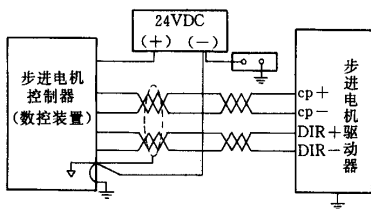

图 2 屏蔽层单端接地示例
(2) 当电缆的长度 $l < 0.15\lambda$ ($\lambda = c/f$) 时, 则要求单点接地。无论是单芯或是多芯屏蔽电缆, 在电源和负载电路中, 一端为接地点, 另一端与地绝缘, 其中接地点就是屏蔽层的接地。一般均在输出端接地, 不存在接地环路, 屏蔽效果好, 这是电缆层屏蔽最佳接地形式; 也可在输入端接地, 见图 2。